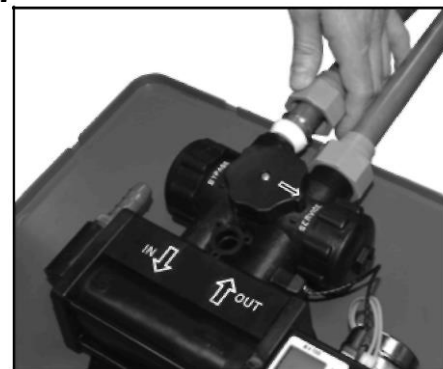

Рисунок 3: Подсоедините водопроводные линии
Технические условия на умягчитель, как и большинство норм и правил эксплуатации водопроводно-канализационных систем, предполагают использование на месте установки умягчителя воды перепускного крана (см. рисунок 3). Перепускной кран упрощает установку и обслуживание умягчителя. Он также, в случае демонтажа умягчителя, обеспечит подачу к потребителю не умягченной воды. Рекомендуется открывать перепускной кран при проведении работ по обслуживанию скважины, водопровода или насоса с последующим сливом первых порций загрязненной воды до запуска умягчителя.
- Г. Подсоедините водопроводные линии к устройству в соответствии с государственными и местными строительными, сантехническими и электрическими правилами. (См. Рисунок 3.) Осторожно: Не затягивайте чрезмерно соединения с пластиковой резьбой.